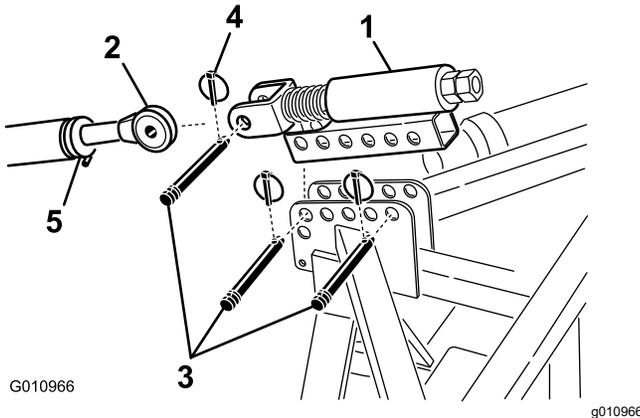

Figura 9
1. Monte el brazo de enganche superior tensado con muelle en el soporte del aireador con 2 pasadores de enganche y pasadores de seguridad (Figura 9)
2. Afloje la contratuerca del brazo de enganche superior de la unidad de tracción. Ajuste la longitud del brazo de enganche superior hasta que quede alineado con el pasador del brazo superior tensado con muelle del aireador (Figura 9).
el conjunto con un pasador de enganche y un pasador de seguridad (Figura 9).
6. Gire los pasadores de enlace superiores hasta que el muelle se comprima aproximadamente 13 mm (Figura 9).